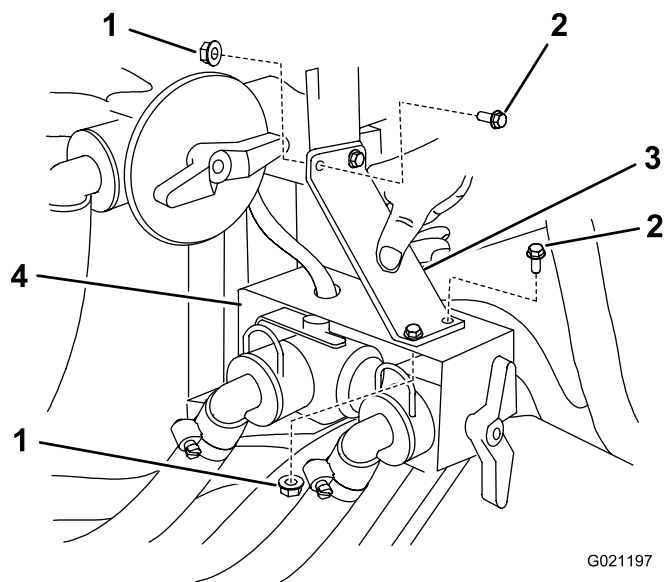

図 8
- ・ マルチプロ・スプレーヤ（図 8）では、フランジヘッドボルト（1/4 x 3/4 インチ）4本と、フランジナット（1/4 インチ）4個を使用する。